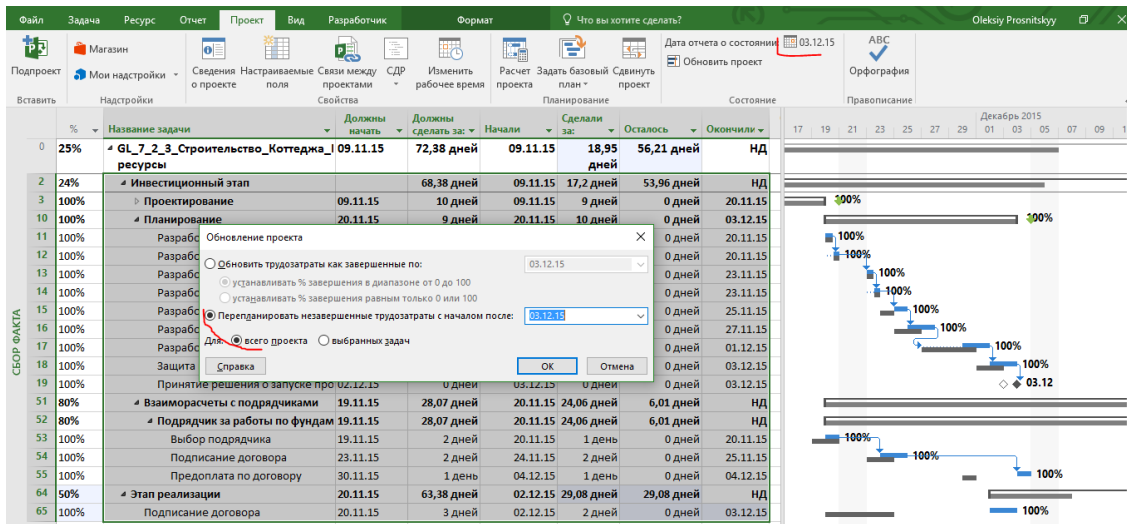

Рисунок 9.50 – Результат сбора факта за первый цикл
2. На закладке «Проект» нажимаете пиктограмму «Обновить проект» и перепланируете незавершенные трудозатраты с началом после даты отчета о состоянии (03.12.15), чтобы показать отклонение в проекте (см. ниже Рисунок 9.50).